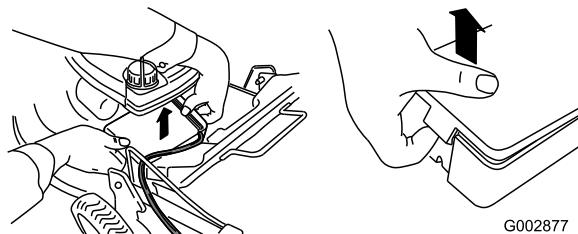

Figure 39
1. Dégarez les deux extrémités du couvercle de la batterie et déposez le couvercle (Figure 39).